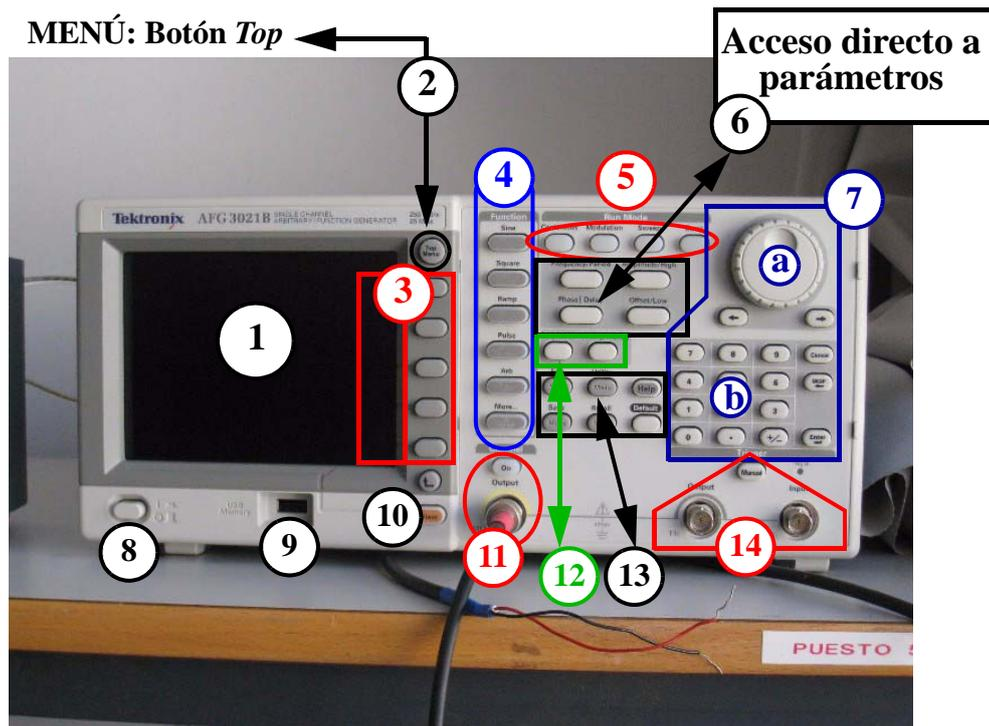
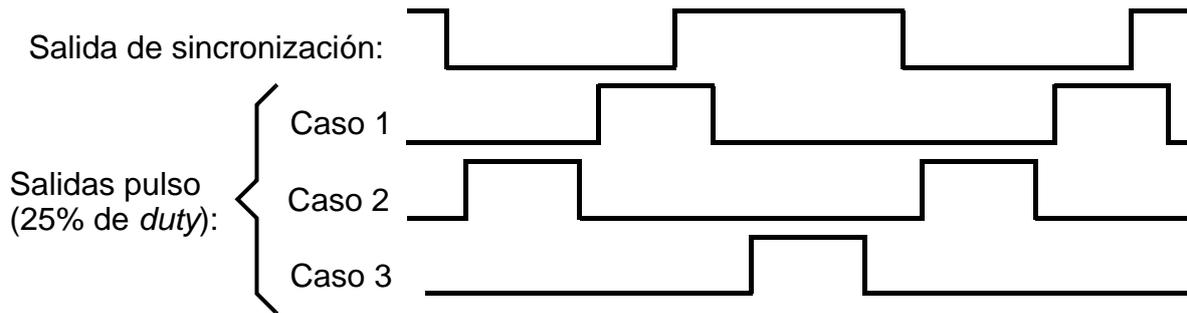

Figura 13: Mandos del generador de señal GF-917
Figura 14: Ejemplo de dos señales generables con un AFG 3021
El modelo AFG 3021B es un nuevo generador de funciones, potente, y de uso fácil e intuitivo. La Figura 13 muestra este modelo, externamente muy parecido al TDS 1012 que es un osciloscopio de la misma familia y que se describe en el Apartado 6. Las principales características del AFG 3021B son:
- 1 de Figura 13: Pantalla en la que se representan los parámetros de la señal generada y su forma de onda. La representación puede ser modificada mediante el botón *View* (10 de Figura 13).
- 2 de Figura 13: Botón superior del menú (*Top menu*).
- 3 de Figura 13: Zona de menús. Los botones permiten el acceso directo a los parámetros que aparecen en la zona contextual de la pantalla (parte derecha de la pantalla). Las acciones que se pueden ejecutar varían según lo que se esté observando en el menú.
- 4 de Figura 13: Selección del tipo de señal. Además de las básicas (senoidal, cuadrada y triangular), incorpora la de tipo pulso (*Pulse*), las arbitrarias (*Arb*) y otras más (*More*).
- 5 de Figura 13: Modos de operación: *Continuous* (continuo, que es el modo de operación normal), *Modulation* (con modulación AM, FM, PM, PSK y PWM), *Sweep* (barrido) y *Burst* (ráfaga).
- 6 de Figura 13: Botones para el acceso directo a los parámetros: Frecuencia o periodo, Amplitud o valor alto (*High, H*), Fase o retraso, y *Offset* o valor bajo (*Low, L*).
- 7 de Figura 13: El cambio en el valor de los parámetros se puede hacer de forma continua (botón 7a) o de forma numérica (botones 7b).
- 8 de Figura 13: Botón de encendido (On/Off)
- 9 de Figura 13: Puerto USB. El contenido de la pantalla de este generador se puede almacenar en una memoria USB (en un formato .BMP en ficheros TEK00nnn.BMP). Para ello: 1/Se inserta la memoria USB; 2/Se pulsán simultáneamente las dos teclas de flecha debajo de 7a (Figura 13); y 3/Se pulsa OK tras aparecer la pregunta en pantalla. También se puede guardar/recuperar las configuraciones del generador y las formas de onda arbitrarias diseñadas.
- 10 de Figura 13: Botón *View*, sirve para modificar lo que se ve en la pantalla.
- 11 de Figura 13: Salida (*Output*) de la señal y botón para permitir (*On*) o no que salga.
- 12 de Figura 13: Botones para parámetros propios del modo Pulso. Uno de ellos, *Duty/Width*, regula en qué porción del periodo está el pulso en alto. El otro, *Leading/Trailing*, regula los tiempos de transición del pulso.
- 13 de Figura 13: Botones para funciones de menú. Incluye el botón *Default*, el cual recupera los valores por defecto de señal senoidal de 1 MHz y una amplitud de $1 V_{pp}$ [el valor "pp" o pico a pico mide la diferencia entre el valor superior y el inferior, por lo que corresponde a "2·A" siendo A la amplitud de la expresión senoidal $v(t) = A \cdot \sin(\omega \cdot t)$].
- 14 de Figura 13: Terminal de disparo de entrada o de salida, así como botón de disparo manual.
1) Seleccionar Top Menu (2 de Figura 13)
2) Seleccionar opción "Output menu" (3 de Figura 13)
3) Seleccionar opción "Load Impedance" (3 de Figura 13)
4) Elegir una opción entre las tres posibles: i) 50 ohm, ii) Load (en este caso, definirla entre 1 ohm y 10Kohm); e iii) High Z .(3 de Figura 13)
Para uso en circuitos compatibles TTL, la salida de sincronización (14 de Figura 13) es una señal cuadrada que puede usarse como señal digital para el circuito. Por otra parte, la salida normal (11 de Figura 13), cuando se utiliza en modo pulso puede ser definida como señal digital con un *duty* variable (*duty*: % que permanece en H respecto al periodo). Esto permite disponer con un sólo generador de 2 señales como las mostradas en la Figura 14. En esta figura la señal de pulso posee un duty del 25% pero se han representado tres casos distintos según el valor del retraso de la señal de pulso. Así, es posible conseguir que el valor H de la señal de pulso ocurra durante el flanco positivo de la señal de disparo (caso 1), durante el nivel L de la señal de disparo (caso 2) o durante el nivel H de la señal de disparo (caso 3).
Una vez que se disponga de cables coaxiales para ambas salidas, se procederá como sigue para generar alguno de los casos mostrados en la Figura 14:
- Generar una señal de pulso: Pulsar *Pulse* en 4 de Figura 13; y establecer la frecuencia y los niveles de tensión L y H adecuados (3, 6 y 7 de Figura 13).
- Establecer el valor de *duty* deseado (12 y 7 de Figura 13) y variar el retraso (*delay*, 6 y 7 de Figura 13) hasta obtener la forma de onda deseada.